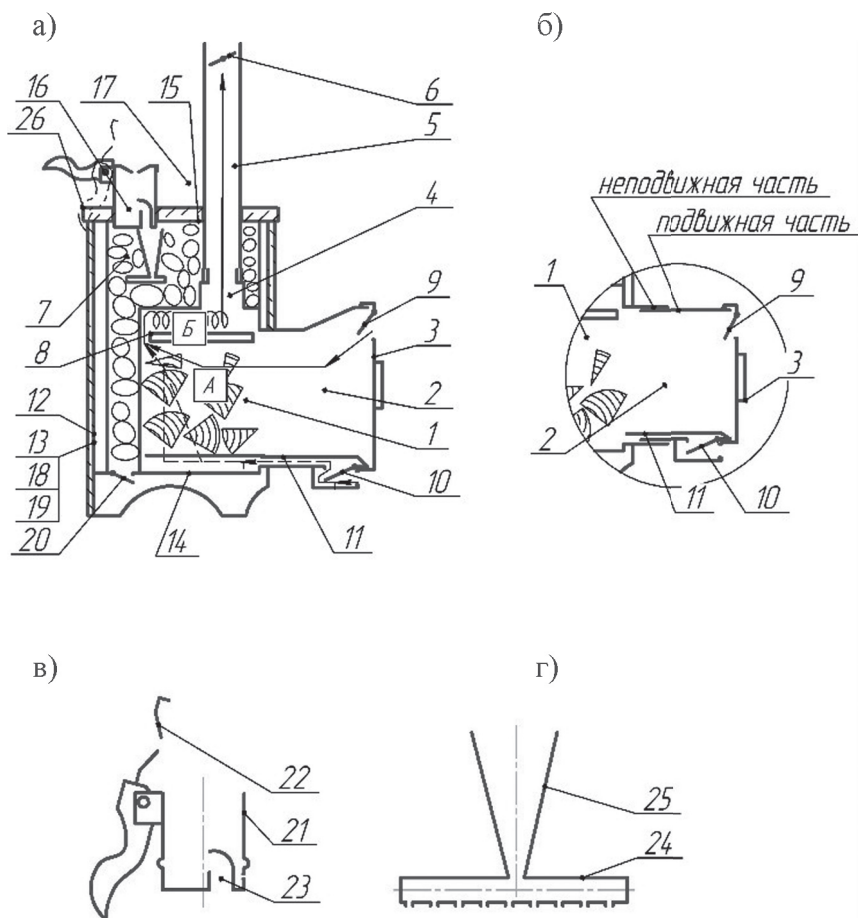

Рисунок 5.1. Принципиальные схемы.
5.1. Печь для русской бани (рис. 5.1, а) включает следующие основные элементы: топка 1, тоннель 2, дверца 3, выходной патрубок 4, дымоотводящий канал 5 с шибером 6 и закрытая емкость 7 для камней. В топке 1 смонтирован отражатель 8. Основной воздухозаборник 9 с регулируемой заслонкой выполнен в верхней части дверцы 3 (над экраном). Дополнительный воздухозаборник 10 с регулируемой заслонкой установлен в нижней части тоннеля 2. Там же смонтирован воздушный канал 11. Топка 1 и каменка 7 имеют общую защитную декоративную каменную облицовку 12 состоящую из ламелей и каменной столешницы. Подача воздуха в зону горения и регулирование интенсивности горения осуществляются через основной 9 и дополнительный 10 воздухозаборники. Регулирование потока газов на выходе из печи осуществляется с помощью шибера 6.
Предусмотрен вариант исполнения телескопического тоннеля (рис. 5.1, б). Во время монтажа печи подвижную часть тоннеля фиксируют в стене и герметизируют.
Фитоконтейнер 16 устанавливают в посадочное место в крышке 15, закрывающей емкость для камней. Фитоконтейнер в сборе (рис. 5.1, в) представляет собой цилиндр 21 проходного сечения с крышкой 22. Крышка 22 имеет заливную горловину. Внутри цилиндра 21 выполнено отверстие 23 для прохождения пара. Ароматические вещества (травы и др.) укладывают на дно цилиндра 21 и заливают водой.
Трубопровод 17 (рис. 5.1., г, который ценители русской бани называют еще «паровой пушкой»), служит для подачи и равномерного распределения воды на самые горячие камни, расположенные непосредственно над топкой. Он представляет собой Т-образную стальную трубу 24 с заливной горловиной 25. В нижней части трубы 24 равномерно распределены выходные отверстия.
2. Тоннель 2 проходного сечения выполнен из жаропрочной нержавеющей стали. Предусмотрены два варианта исполнения тоннеля: цельнометаллический (см. рис. 5.1, а) и телескопический (рис. 5.1, б). Телескопический тоннель облегчает монтаж печи. Однако в такой тоннель можно установить светопрозрачный экран лишь небольшого размера (200х180 мм). В цельнометаллическом тоннеле увеличивают входное окно, соответственно, в него можно установить экран большего размера (340х310 мм). В тоннеле снизу смонтирован дополнительный воздухозаборник, который предназначен для более интенсивного дожигания дров в самой нижней части топки на завершающей стадии горения.
Внимание! Не забудьте, что паровую пушку 18 (см. рис. 5.1, б) устанавливают вместе с камнями. Причем на топку сначала укладывают 1...1,5 слоя камней, затем в специальные кронштейны (3 шт.) устанавливается паровая пушка 18 и фиксируется специальными отгибающимися «язычками», после чего закладывают полностью камнями весь объем каменки.